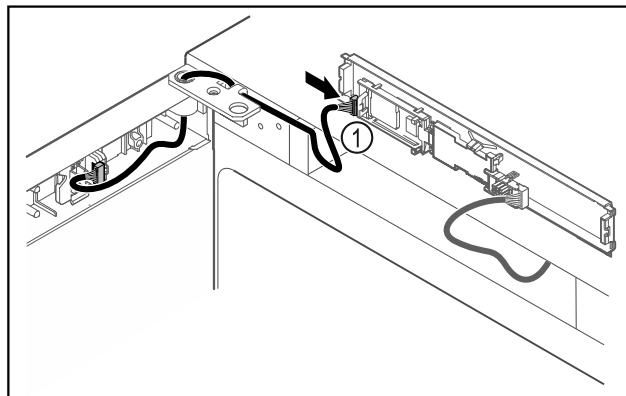

Fig. 48
- ▶ Dugja be a dugót Fig. 48 (1) a NYÁK-on.